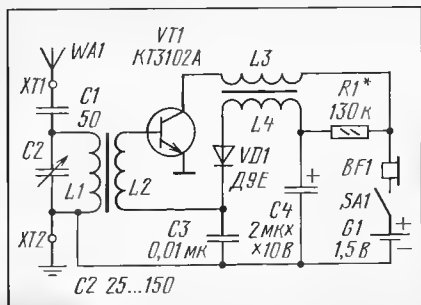

Рис. 4
**Рефлексный радиоприемник.** Возможности такого приемника (рис. 4) скромны – он позволяет прослушивать на головной телефон две-три радиостанции средневолнового диапазона, расположенные поблизости. Достаточная громкость звука обеспечивается подключением к зажиму XT1 приемника наружной антенны WA1, а к зажиму XT2 – заземления.